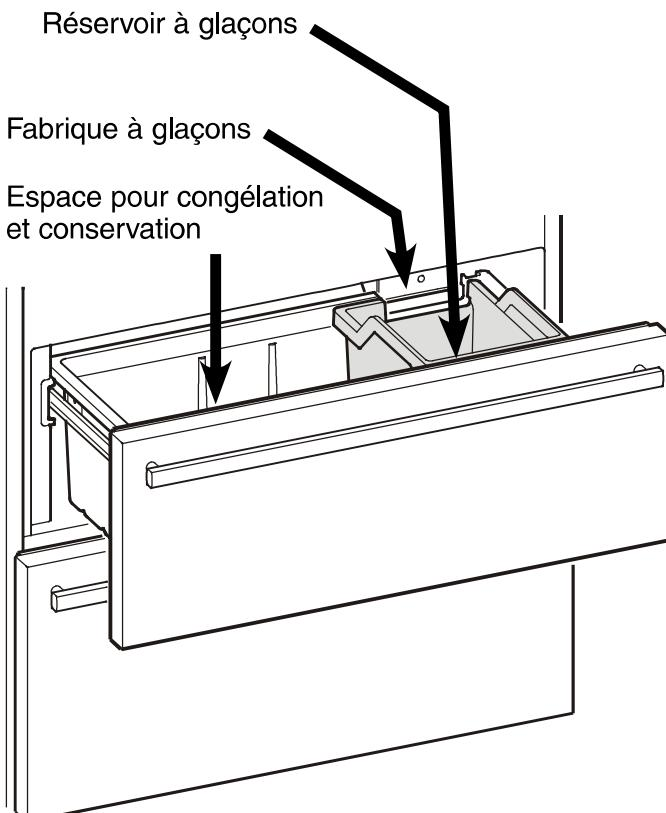

Figure 17
Description du compartiment congélateur - Figure 17
- La fabrique à glaçons ne peut fabriquer des glaçons que si le tiroir supérieur du compartiment congélateur est complètement fermé et le réservoir à glaçons correctement installé (**Figure 17**).
- Pour finir, nettoyer le réservoir à glaçons (**Figure 17**).
Les glaçons tombent de la fabrique à glaçons dans le réservoir à glaçons (**Figure 17**). A partir d'une certaine quantité, la production de glaçons s'arrête automatiquement. La fabrique à glaçons ne remplit pas entièrement le réservoir.
S'assurer que le tiroir supérieur du congélateur est complètement fermé et que le réservoir à glaçons est installé correctement (**Figure 17**).